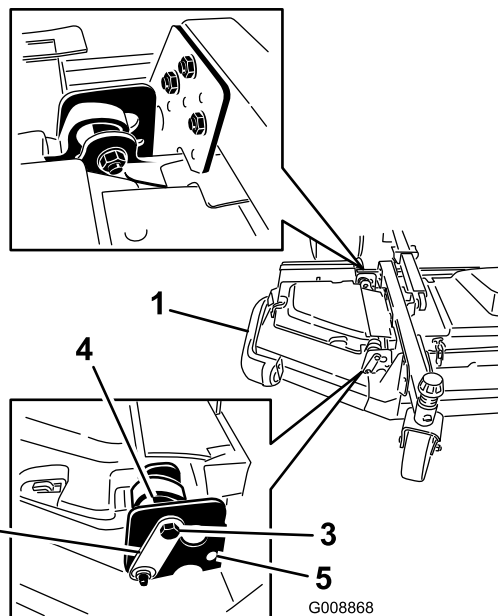

Figura 7
2. Afloje los pernos y las tuercas que sujetan los dos espaciadores excéntricos a las alas (Figura 7).
3. Gire el excéntrico trasero (el más cercano a la unidad de tracción) hasta que la punta exterior de la cuchilla esté aproximadamente 3 mm más alta que la altura de corte deseada (Figura 7).